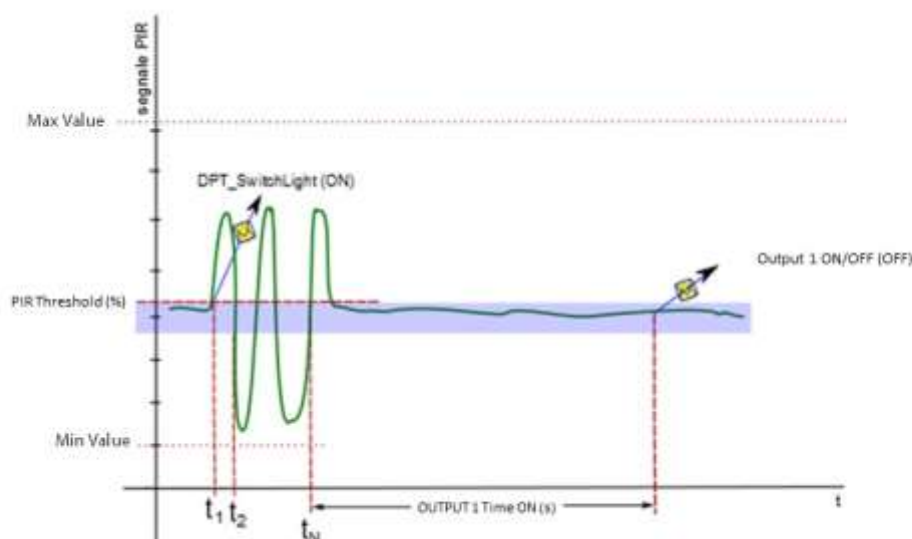

Figura 2: esempio di DPT_Uscita1 On/Off
Di conseguenza, il messaggio **DPT_Uscita1 On / Off** può attivare un attuatore luminoso che si accenderà per un tempo minimo pari al tempo di ritardo, corrispondente al parametro **PAR_USCITA 1 ON (s)** (valore predefinito) o al valore inviato tramite il messaggio **DPT_Uscita1 ON (s)** vale a dire, un valore temporaneo fino al successivo riavvio del dispositivo. Quando il periodo di tempo scade nello stato di assenza di presenza, **DPT_Uscita1 On / Off** viene inviato con valore OFF e la luce si spegne. La figura 2 si riferisce ad un dispositivo slave, mostra un esempio dei messaggi inviati nel caso in cui la soglia di movimento del sensore di movimento PIR1 non sia mai stata modificata tramite il datapoint **DPT_PIR 1 (R) Soglia (%)**, a condizione che la luminosità sia inferiore a il valore minimo (condizione b).